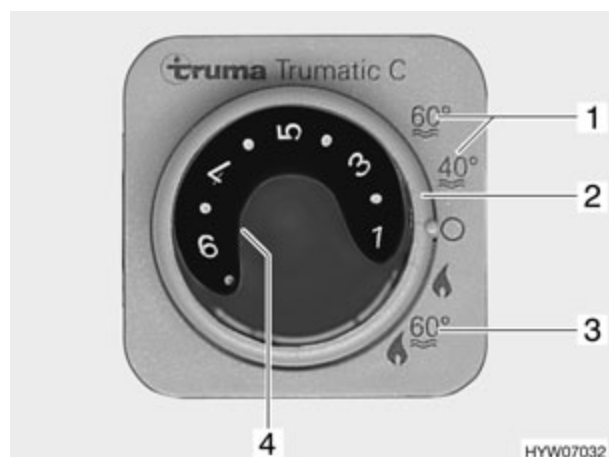

Fig. 137 Unidad de mando para la calefacción/caldera
La caldera está integrada en la calefacción de aire caliente y funciona con gas (variante 1) o con gas o energía eléctrica (variante 2). La caldera se conecta en la unidad de mando (Fig. 137) con el interruptor giratorio (Fig. 137,2). Con el selector de energía (Fig. 138) se preselecciona el tipo de energía (variante 2).
En el modo de invierno "calefacción y caldera" (Fig. 137,3), al encender la calefacción de aire caliente, se calienta automáticamente el agua de la caldera. Si al alcanzar la temperatura ambiente deseada se desconecta la calefacción de aire caliente, la caldera sigue calentando hasta que se haya alcanzado la temperatura del agua.
En el modo de verano (Fig. 137,1) sólo se calienta el agua de la caldera a 40 °C o 60 °C. El agua se calienta en aprox. 1 hora a 60 °C. La luz de control amarilla (Fig. 137,4) se enciende durante la fase de calentamiento de la caldera.
- En la unidad de mando (Fig. 137) poner el interruptor giratorio (Fig. 137,2) en "modo de verano" (Fig. 137,1).
La luz de control amarilla (Fig. 137,4) se enciende durante la fase de calentamiento. Al alcanzar la temperatura del agua finaliza la fase de calentamiento y se apaga la luz de control amarilla.
- En la unidad de mando (Fig. 137) poner el interruptor giratorio (Fig. 137,2) en "0".
- ▷ Si la caldera está situada en la unidad de mando (Fig. 137) en modo de verano (Fig. 137,1) y el selector de energía en funcionamiento mixto (Fig. 138,4 o 5), la caldera opera solo en funcionamiento a 230 V. El quemador de gas no se activa.
La combinación de los funcionamientos a gas y eléctrico de 230 V acorta el tiempo de calentamiento (esto solo es posible si en la unidad de mando (Fig. 137) la caldera se encuentra ajustada en modo de invierno).